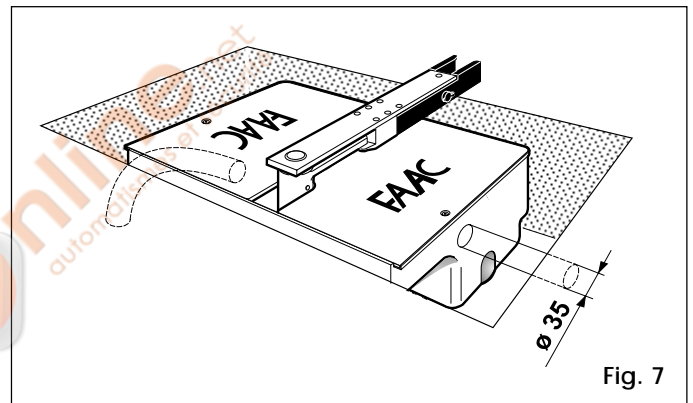

Fig. 7
- 3) Poser un tube de PVC de 35 mm de diamètre pour le passage d'un câble à 4 conducteurs, pour alimenter la platine électronique de commande (fig. 7); D'autre part, il est recommandé de prévoir un tube de drainage pour l'eau pluviale relié à un conduit d'évacuation (fig. 7).